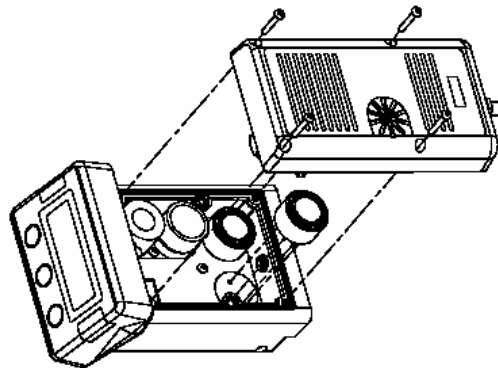

Figura 1-2. Separación del Sensor y del Módulo de Bomba.
2. Separe el módulo de bomba y los sensores, Figura 1-2.